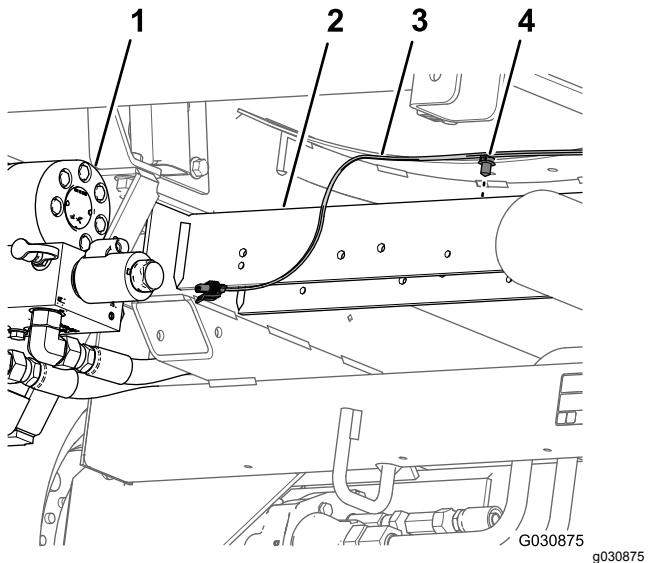

図 28
7. 後ワイヤハーネス図 28を後クロスチューブ油圧走行モータの後方に固定している押し込み型ファスナを外す。